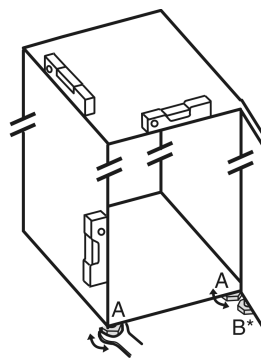

Fig. 27
- ▶ Seřizovací nožky Fig. 27 (A) vyšroubujte pomocí přiloženého vidlicového klíče a pomocí vodováhy, dokud nebude spotřebič pevně vyrovnaný.
- ▶ Seřizovací nožku Fig. 27 (B) na stojanu ložiska vytáchejte pomocí přiloženého vidlicového klíče, až dosedne na zem.
- ▶ Seřizovací nožku Fig. 27 (B) otočte maximálně o dalších 90°, abyste zabránili poškození dveří.